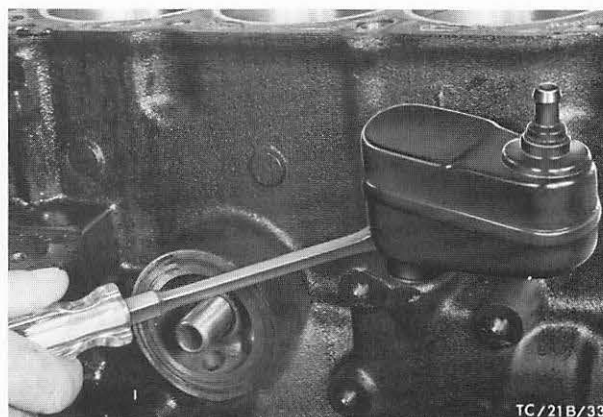

Abb. 85 Ölabscheider mit Hilfe eines Schraubenziehers ausbauen
15. Öldruckschalter abschrauben und Ölabscheider mit Schraubenzieher, Abb. 85, herausdrücken.